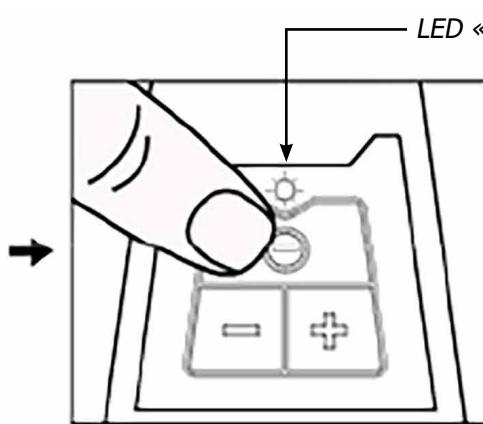

Fig. 2
- Premere sul tasto On / Off «Θ» sulla piastra del pulsante per accendere la levigatrice. L'indicatore LED indica il colore «verde flash» dopo l'avviamento della levigatrice (Fig. 2).